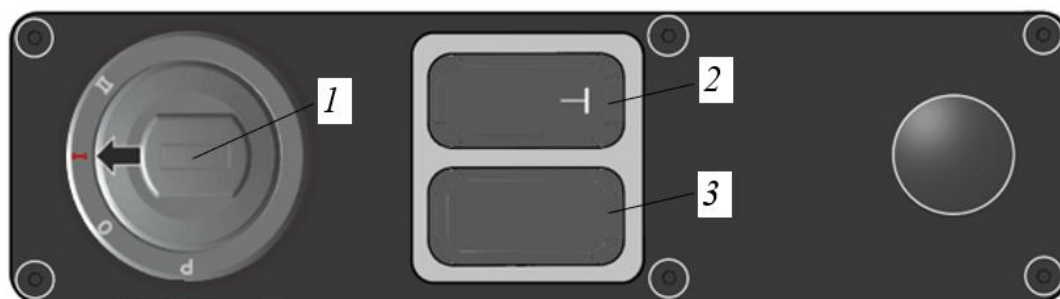

Рисунок 3.120. Органы управления правой тумбы
Пуск двигателя осуществляется при помощи ключа с замком зажигания (см. поз. 1, рис. 3.120)
- ▶ Включить зажигание, переместив ключ в замке зажигания из положения «0» в положение «I», см. поз. 1, рис. 3.120.
- ▶ Повернуть ключ в замке зажигания (см. поз. 1, рис. 3.120) из положения «I» в положение «0» - двигатель остановится.
- ▶ Отключить массу, нажав клавишу массы $\perp$ (см. поз. 2, рис. 3.120).
- ▶ Ключ в замке зажигания (поз. 1, рис. 3.120) повернуть из положения «I» в положение «0» - двигатель аварийно будет остановлен.